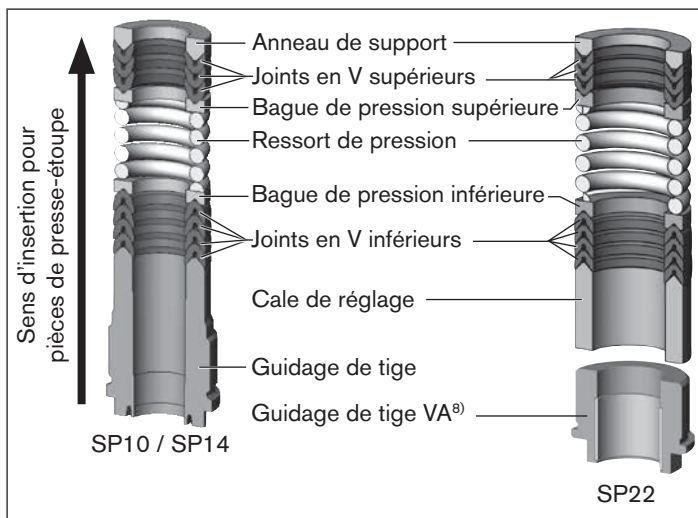

Fig. 29 : Jeu de joints du presse-étoupe
- Positionner les pièces détachées dans le sens et l'ordre indiqués sur la tige (comme cela est représenté sur la « Fig. 29 : Jeu de joints du presse-étoupe »).